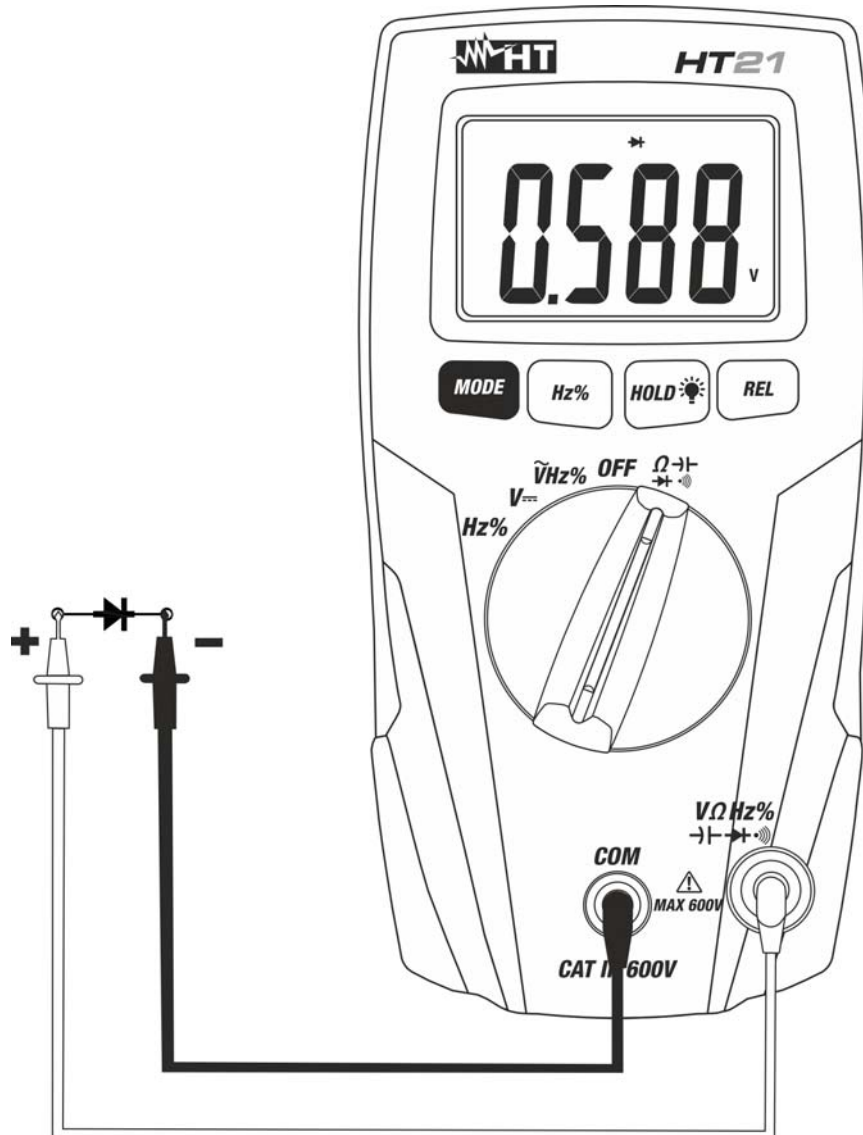

Fig. 5: Uso dello strumento per la Prova Diodi
4. Posizionare i puntali ai capi del diodo in esame rispettando le polarità indicate in Fig. 5. Il valore della tensione di soglia in polarizzazione diretta è mostrato a display
6. Se lo strumento visualizza il messaggio "O.L" i terminali del diodo sono invertiti rispetto a quanto indicato in Fig. 5 oppure la giunzione P-N del diodo è danneggiata